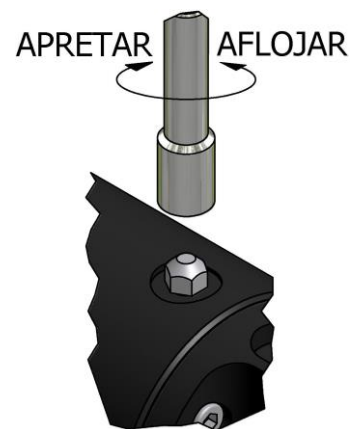

Figura. 6
- a. Desenrosque el Tornillo de Bloqueo de la Tuerca Regulación Aguja, girándolo en sentido antihorario como muestra la **Figura. 6**.